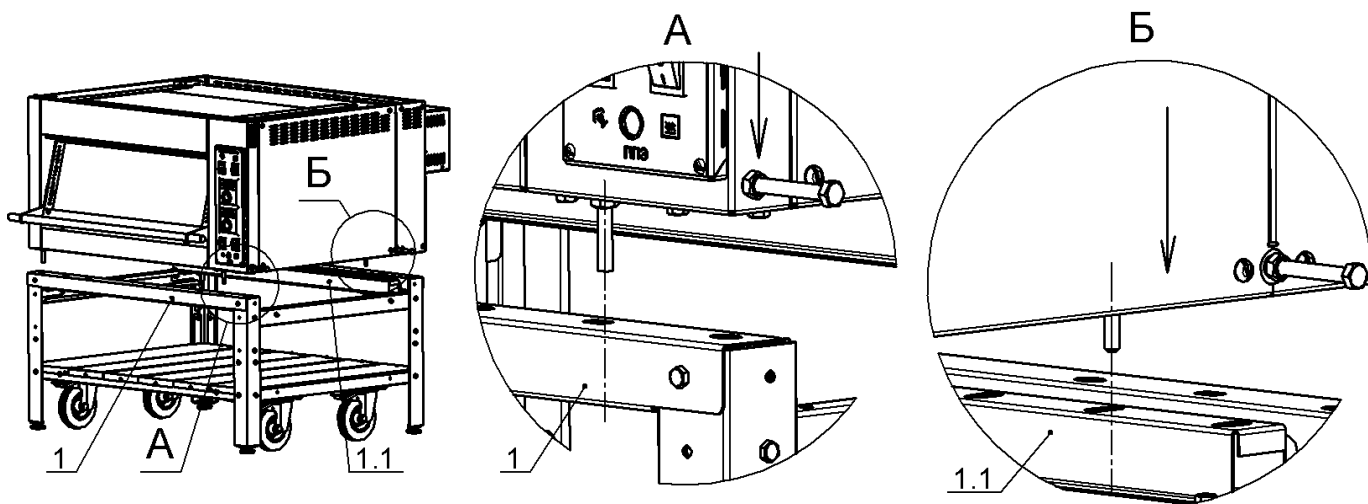

Рис.11
11. Установить нижнюю печь (без крышки) на подставку так, что бы концы 4-х шпилек М8 на углах печи попали в отверстия профилей лицевых, верхних, поз.1 подставки, как показано на рис.11: